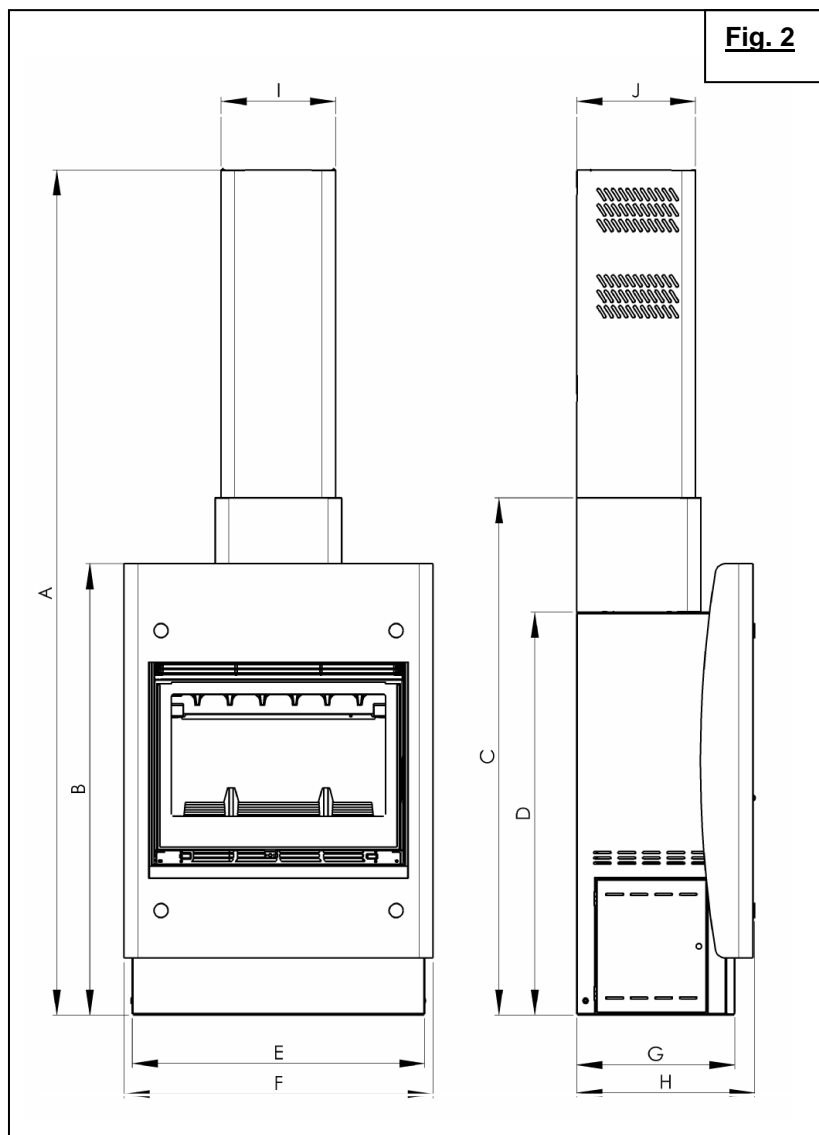

**Fig. 1**
- Krabber gebruiken om asse te verwijderen op de rooster (Afb. 1).